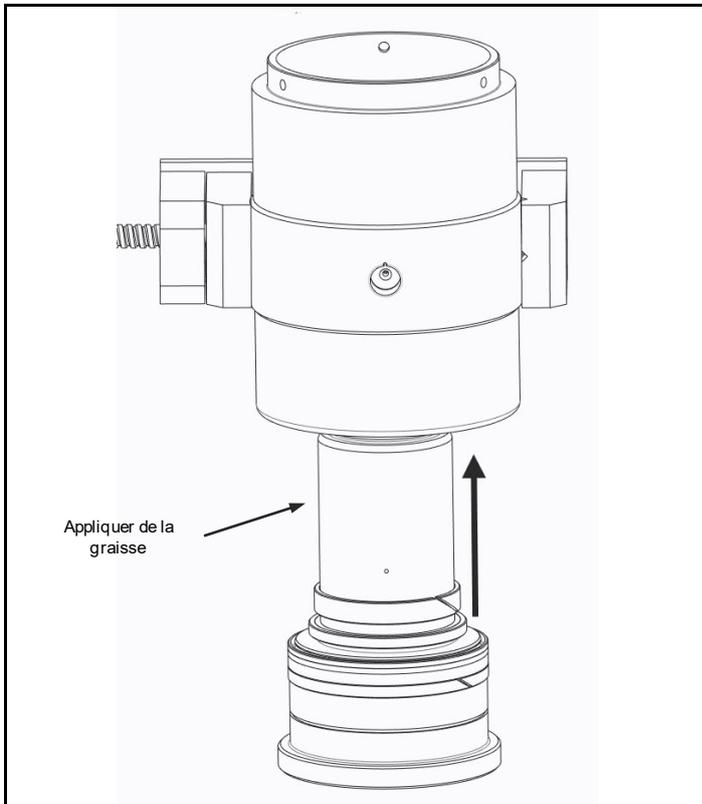

Fig. 4.7 Appliquer de la graisse et installer le piston
- En faisant glisser le piston dans le corps, veillez à ne pas endommager les surfaces internes. (Fig. 4.7)